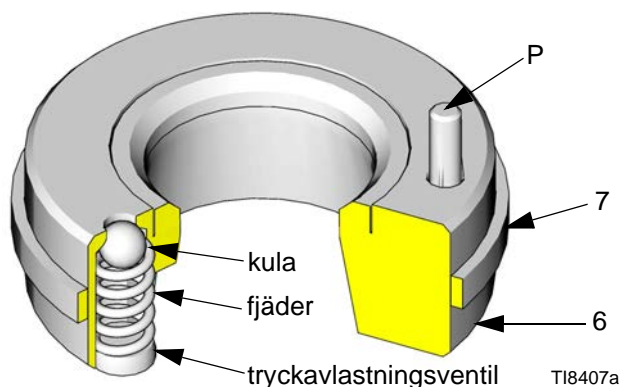

FIG. 6. Inloppssäte med tryckavlastningsventil
4. Installera avlastningsventilens säte (6) på vänster sida av inloppshuset (15), enligt FIG. 4 och FIG. 5. (Den text som finns angiven i inloppshuset indikerar rätt position för avlastningsventilens säte.) Stiftet (P) på sätet ska vara riktat in mot huset. Stiftet begränsar sätets placering och säkerställer att ventilen inte blockeras av en del av huset. Se FIG. 6.